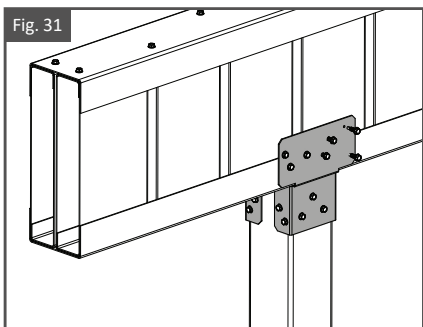

Fig. 32
- Le surplomb **maximum** de poutre double à poteau permis est de 24 po [610 mm], comme illustré à la fig. 32.